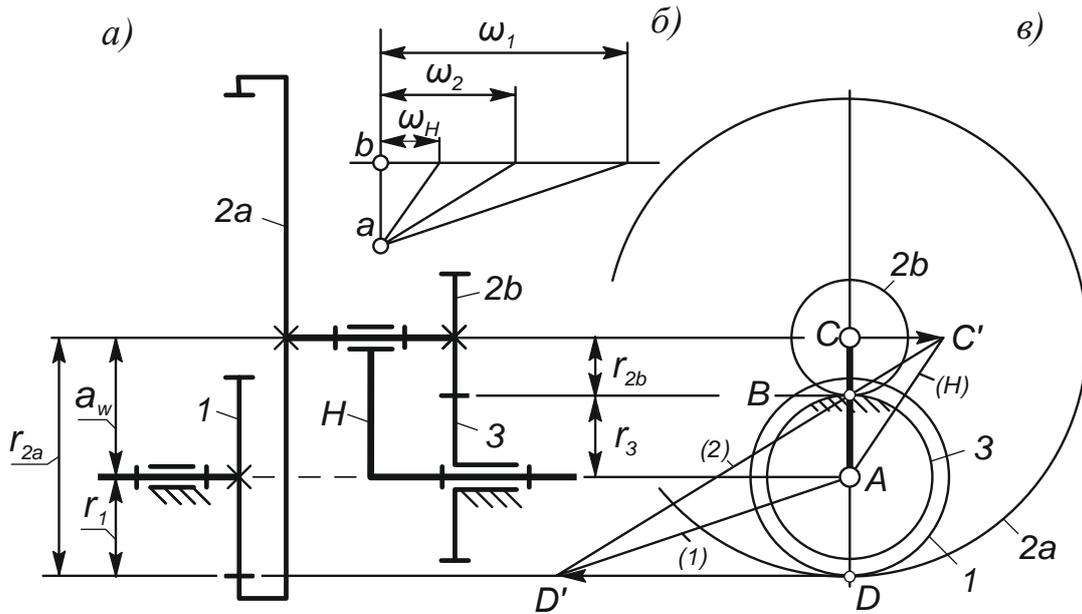

Рис. 6. Картина линейных скоростей
Для самоконтроля передаточное отношение планетарной передачи определяют также графически. Это делают с помощью картины скоростей – сначала линейных (рис. 6, в), затем угловых (рис. 6, б).
Для повышения точности отрезок AC – он же a_w – (рис. 6, в, а) должен быть как можно больше, например в $1/2$ листа по вертикали. При этом придётся мириться с тем, что некоторые окружности возможно не впишутся в лист. Важно лишь, чтобы вписались центры колёс – A , C и полюса зацеплений – B , D . Обозначив названные точки, находят мгновенный центр вращения сателлита – H . Он всегда лежит в точке касания окружности неподвижного колеса с окружностью сателлита.
Чтобы построить картину угловых скоростей, на вертикальной прямой откладывают произвольный отрезок ab (см. рис. 6, б). Через точку b проводят горизонталь. Из точки a проводят пучок лучей, параллельных линиям распределения скоростей (H), (2), (1) (см. рис. 6, в). Лучи отсекают на горизонтали отрезки, пропорциональные угловым скоростям ω_H , ω_2 , ω_1 , соответственно. Искомое передаточное отношение определяют по формуле
8. По вычисленным радиусам начертите фронтальную проекцию вашей планетарной передачи – вид вдоль оси вращения водила. В разобранном выше примере это вид v , рис. 6.